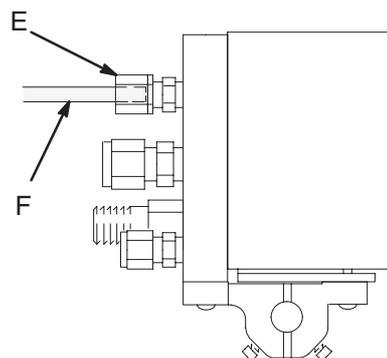

Abb. 6
2. Mutter (E) des Lichtwellenleiter-Fittings lösen. Siehe Abb. 6.
3. Vorsichtig das Kabel (F) in das Fitting einführen und ganz hineindrücken. Zur richtigen Positionierung des Kabels ist das Kabel wieder 12,7 mm herauszuziehen und die Mutter (E) festzudrehen.